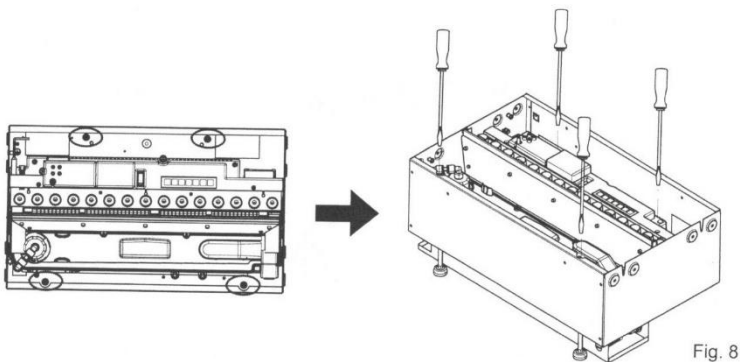

Fig. 8
2. Stellen Sie sicher, dass sich das Gerät auf der passenden Höhe befindet und achten Sie darauf, dass es gerade steht. Mit einem Schraubenzieher können Sie die verstellbaren Füße anpassen. (Abb. 8.)